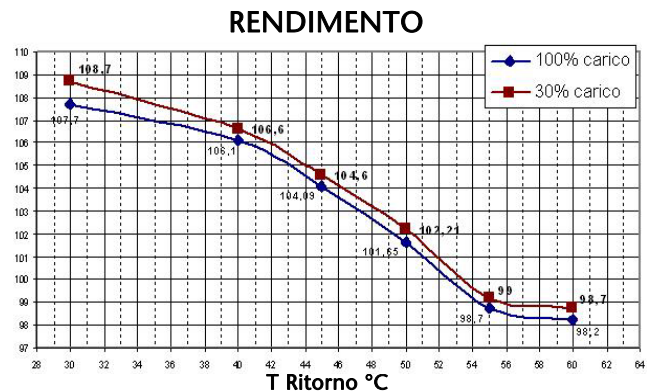

Figura 2
Il gruppo termico COROLLA PACK **ONE** rappresenta un punto d'arrivo per ciò che concerne economia di gestione, (rendimenti fino al 109% su Hi, vedi Figura 2) affidabilità e flessibilità. Grazie infatti allo speciale scambiatore di calore a potenza maggiorata, alla nuova gestione elettronica, alla modularità e versatilità ce da sempre contraddistingue la serie COROLLA, è possibile effettuare un rapido collegamento ad ogni tipo d'impianto di riscaldamento e produzione di acqua calda sanitaria con accumulo.
- Scambiatore a condensazione in acciaio inox lato fumi e lega di rame lato acqua, con rendimento fino al 108.7% (vedi Figura 2);